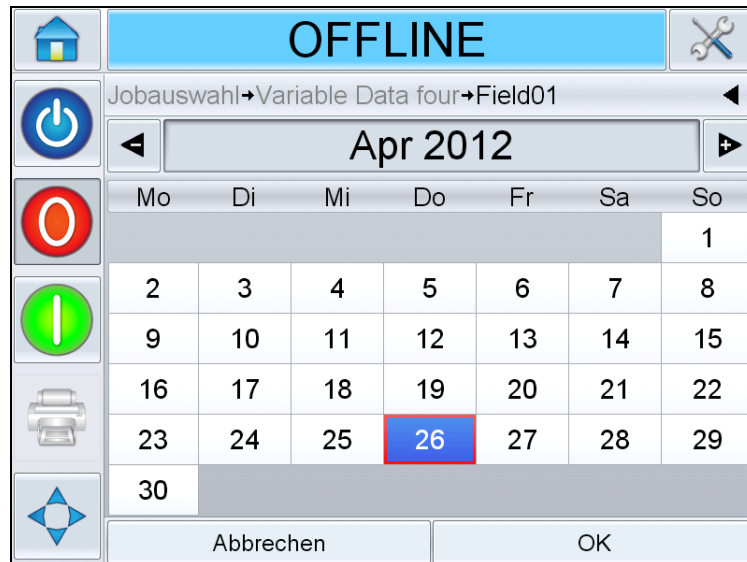

Abbildung 6-5: Kalenderseite
- d. Berühren Sie das Datenfenster, um die Kalenderseite zu öffnen (siehe Abbildung 6-5).